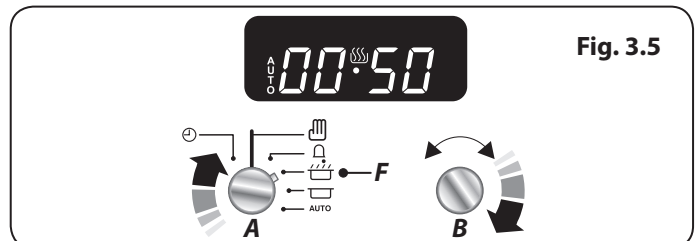

Fig. 3.5
6. Tournez le bouton de la minuterie (A) sur le réglage du temps de cuisson (F). Tournez le bouton de réglage (B) dans le sens horaire afin de définir durée du temps de cuisson requis (Fig. 3.5).